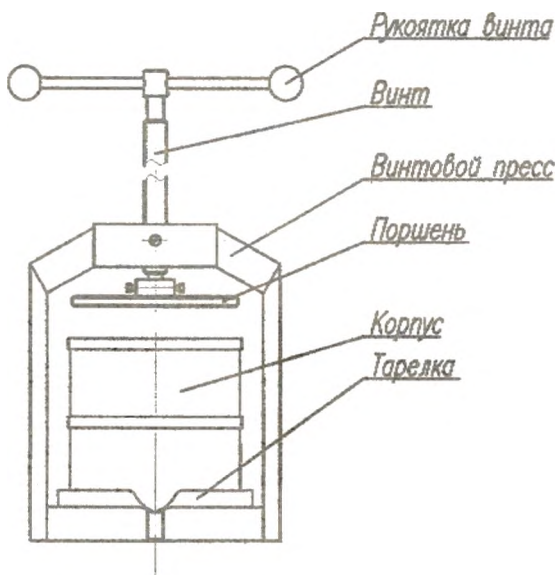

Рис. 1 Устройство изделия
5.1 Изделие (см. рис.1), состоит из винтового пресса, корпуса и тарелки.